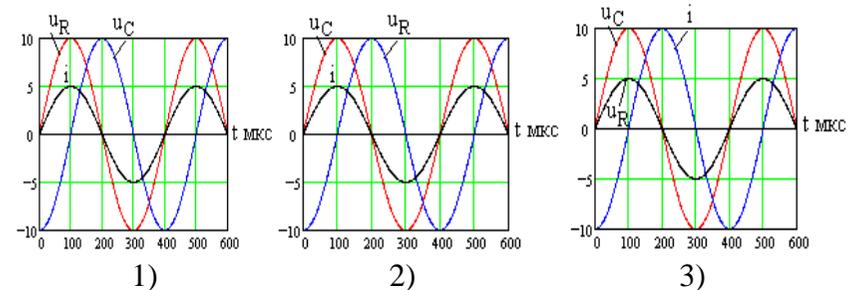

Рис. 17
8. На каком из рисунков на рис. 17 показаны временные диаграммы тока и напряжений на элементах в показанной на рис. 18 цепи.